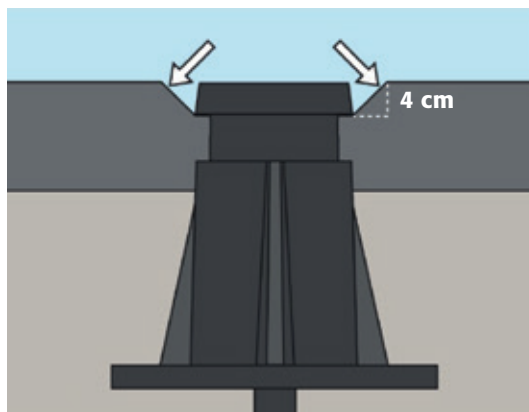

Fig. 4
8. Importante! Dopo la compattazione nello strato portante in bitume è necessario liberare la parte superiore in modo da poter applicare asfalto fino all'altezza. (**Fig. 4**) Allineare la marcatura del coperchio in base alle prescrizioni!